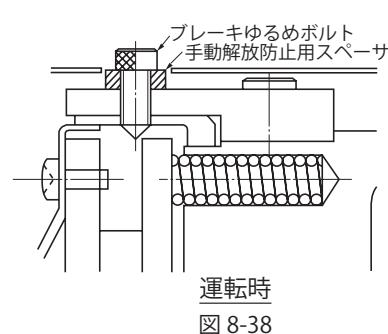

図 8-38
- (2) ブレーキを解放した後、再び元の状態に復帰させる場合は、安全のため(1)で取り外した手動解放防止用スペーサを元どおりに取り付けてください。(図 8-38 参照)
- (3) ブレーキゆるめボルトのサイズは次の通りです。